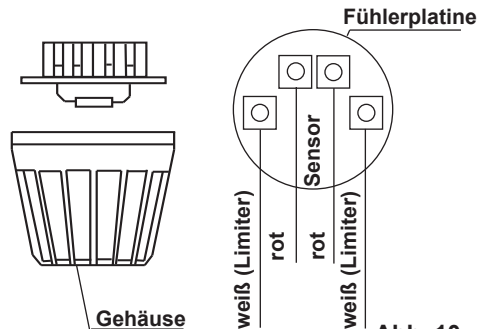

Abb. 10
3. Föhren Sie die Föhlerkabel durch das gebohrte Loch und schließen Sie die Föhlerleitung gemäß Abb. 10 an.
4. Die Leitungen für den Begrenzer (weiß) und den Temperaturföhler (rot) gemäß Abb. 10 an der Föhlerplatine anklennen: Die Föhlerplatine anschließend in das Gehäuse einrasten.